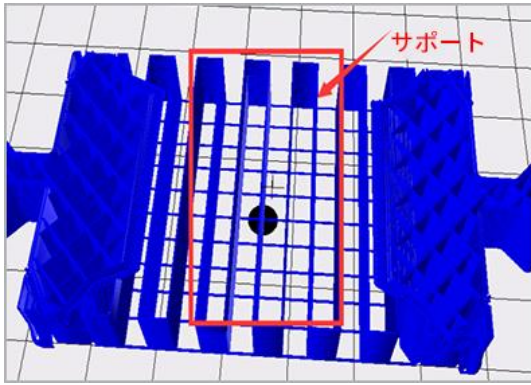
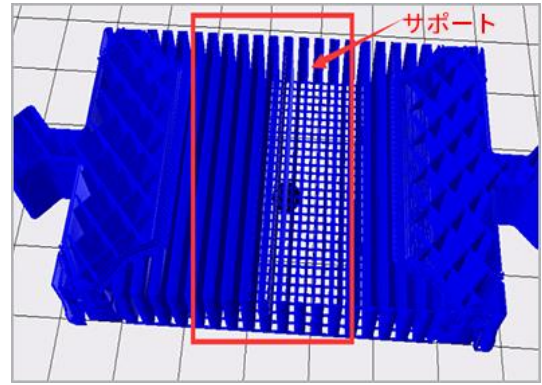

図 22,10%のサポート充填率
図 23, 30%のサポート充填率
(3)サポート充填率（%）：つまり、サポートの充填率であり、隣接するサポートフィルライン間の距離を決定し、値が大きいほど、トレースが近くなり、サポート構造が密集になります。充填率が高いほど、サポート強度が高くなり、サポートがしっかりしているほど、モデルをサポートしやすくなりますが、取り外しが難しくなります。充填率が低いほど、サポート強度が低くなり、サポートを除去しやすいが、モデルへのサポート能力が低下します。図 22 と図 23 は、それぞれ 10%のサポート充填率と 30%のサポート充填率の場合を示しており、30%のサポート充填率のサポート構造は、10%のサポート充填率のサポート構造よりもはるかに密度が高いことがはっきりとわかります。